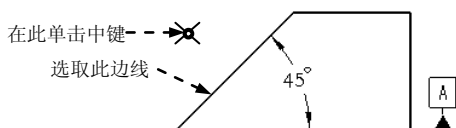

图 5.6.24 定义公差参照 (一)
Step4. 定义公差参照。在 **参照: 区域** 的 **类型** 下拉列表中选择 **曲面** 选项, 选取图 5.6.24 所示的面 (边线) 为公差参照。
(1) 在对话框中 **放置** 区域的 **类型** 下拉列表中选择 **法向引线** 选项, 在弹出的 ▼ LEADER TYPE (引线类型) 菜单中, 选择 **Arrow Head (箭头)** 命令。
(2) 在系统  选取多边, 尺寸界线, 基准点, 多个轴线, 曲线 或 顶点的提示下, 选取图 5.6.24 所示的边线。
(3) 在系统  选取放置位置的提示下, 在图 5.6.24 所示的位置单击中键, 放置“倾斜度”